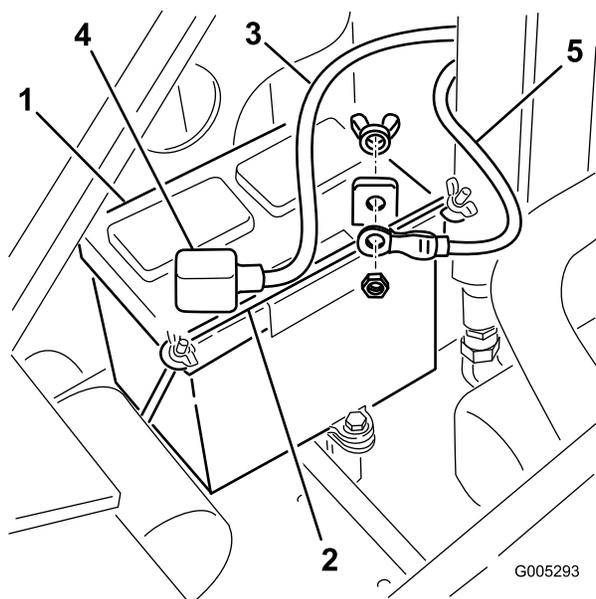

Рисунок 29
4. Снимите барашковые гайки и планку крепления батареи (Рисунок 29).
9. Установите батарею в шасси (Рисунок 29).
10. Закрепите батарею в шасси (Рисунок 29).
подсоедините положительный (красный) кабель к положительному (+) штырю батареи (Рисунок 29). Наденьте на штырь батареи резиновую крышку.
12. Используя болт и барашковую гайку, входящие в комплект аккумуляторной батареи, подсоедините отрицательный (черный) кабель к отрицательному (-) штырю батареи (Рисунок 29).